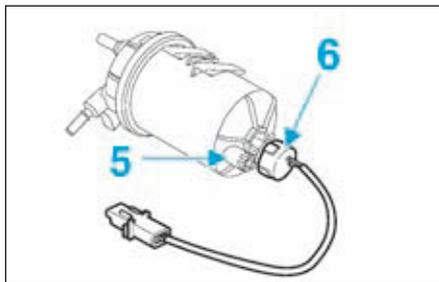

FIG.141
- Desserrer la vis (5), puis laisser s'écouler le combustible chargé d'eau. Resserrer la vis de purge en eau (Fig.141).
- Déposer le capteur de présence d'eau (6).